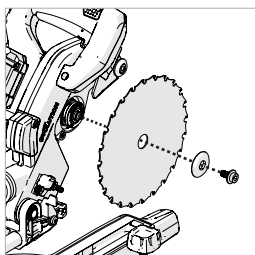

Fig. 19
- Usando la llave Allen suministrada, suelte el perno de la brida y la brida exterior de la hoja y la hoja del eje. **(Fig. 19)**